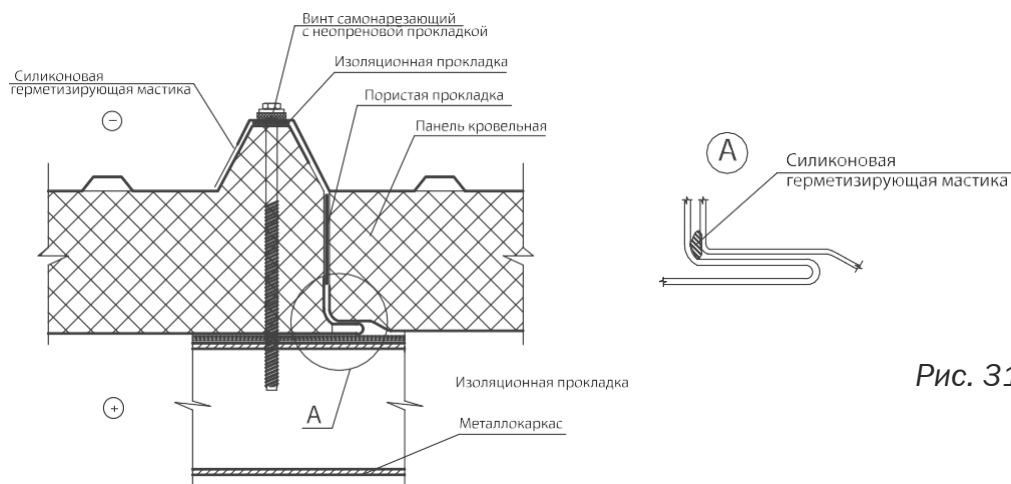

Рис. 31
- Перед установкой следующей панели нанести герметизирующую мастику по всей длине первой панели согласно Рис. 31;